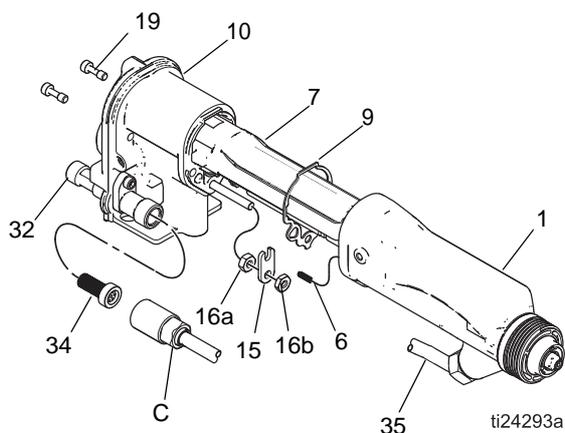

Fig. 31. Lauf
Siehe hierzu FIGURE 31.
2. Die Luftkappe und die Düse ausbauen (siehe Seite 29). Das Pistolenabdeckblech (26) entfernen.
3. Vorsichtig die Mutter (C) am Materialstutzen lösen. Das Rohr (35) aus dem Stutzen (32) ziehen. Siehe hierzu FIGURE 31.
5. Die zwei Schrauben (19) lösen. Siehe hierzu FIGURE 31.
6. Das Pistolengehäuse (10) mit einer Hand halten und den Lauf (1) gerade vom Gehäuse wegziehen. Siehe hierzu FIGURE 31.